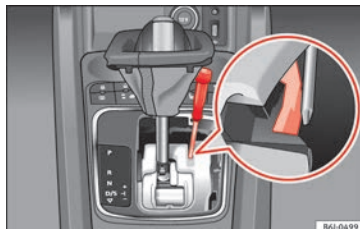

Bild 47 Manuell frikoppling av väljarspaken.
- För den gula plastdelen med fingret i pilens riktning **» bild 47**.